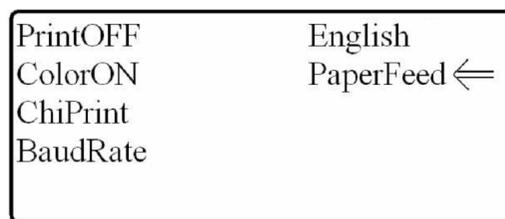

Fig. 25: Selezione della voce "*Paper Feed*"
2. Premere "YES" per far avanzare la carta attraverso la stampante. (Fig. 25).